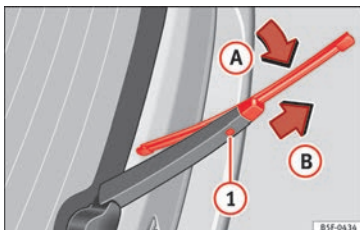

Fig. 80 Udskiftning af viskerblad til bagruden
- Klap viskerbladet opad i retning mod viskerarmen » Fig. 80 (pil A).
- Hold udløserknappen » Fig. 80 1 nede, og træk samtidig viskerbladet af i pilens retning (B). Her skal du sandsynligvis bruge flere kræfter.
- Skub et nyt viskerblad **med samme længde og af samme type** på viskerarmen modsat pilens retning » Fig. 80 B. Viskerbladet skal gå i hak. I den forbindelse skal viskerbladet være i opklappet position (pil A).